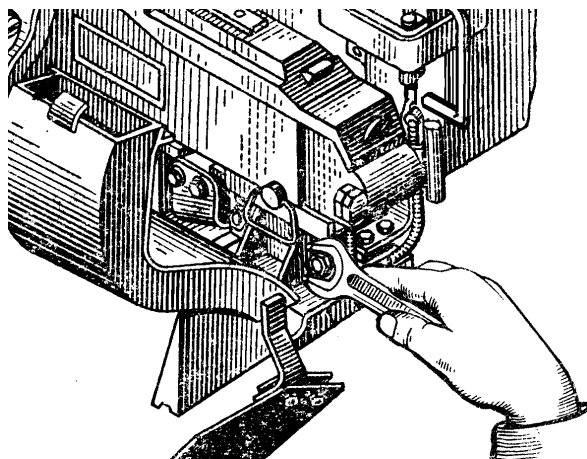

Рис. 106. Регулювання втулок механізму вивірення кулемета ПКТ
- вставити в ствол кулемета ПКТ трубку холодного пристрілювання ТХП-7-195¹⁶ і, візуючи через неї, визначити, куди наведене її перехрестя. Якщо перехрестя трубки наведено в чорне коло, можна приступати до стрільби, якщо ні, то, за допомогою механізму вивірення кулемета ПКТ змістити вісь ТХП з точкою наведення (рис. 106) після чого зняти чорне коло з білим хрестом з мішені для пристрілювання;